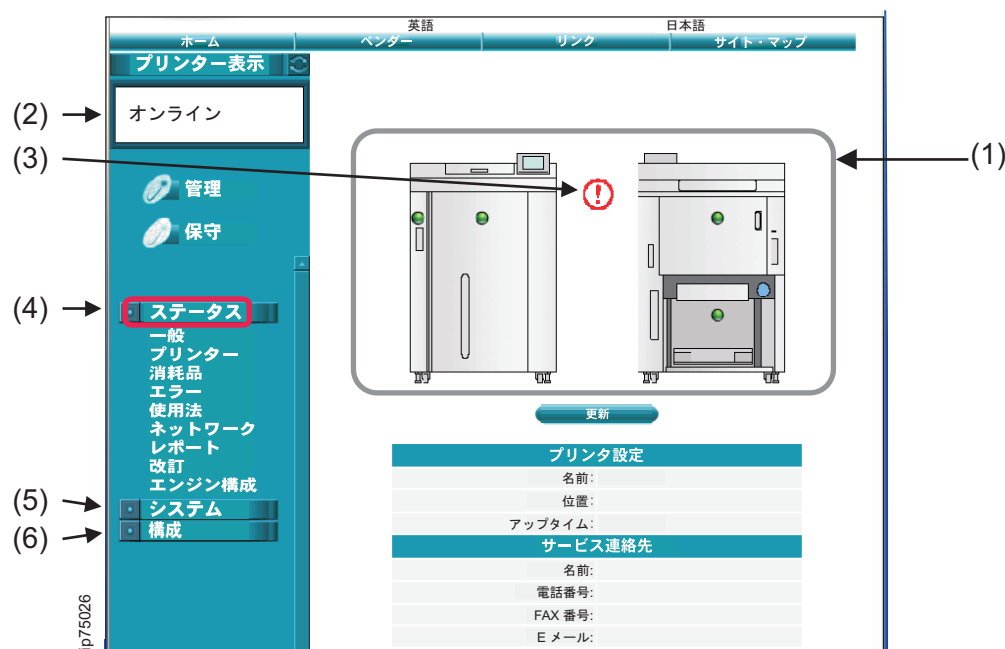

図 4. Web インターフェース - 一般状況
- (1) -- プリンター・アイコンはプリンター・コンポーネントの状況を表示します。緑は通常オペレーションを示し、赤はエラーを示します。状況を更新するには、「更新」をクリックします。
- (2) -- プリンター表示は、OCF に表示されるものと同じメッセージを表示します。
- (3) -- アラート・シンボルは、トナーまたはデベロッパー・ミックスのようなサプライ用品に適用される警告またはエラーを示します。
- (4) -- プリンターに関する詳細状況を表示するには、「状況」メニューから項目を選択します。21 ページの図 4 に、一般状況情報を示します。その他のオプションでは、用紙設定、サプライ、エラー、プリンター使用量、ネットワーク設定などに関する情報を表示します。
- (5)、(6) -- 「システム」メニューまたは「構成」メニューから項目を選択して、プリンターの管理あるいは構成を行います。23 ページの『システム・ページの使用』および 30 ページの『構成-イベント』を参照してください。